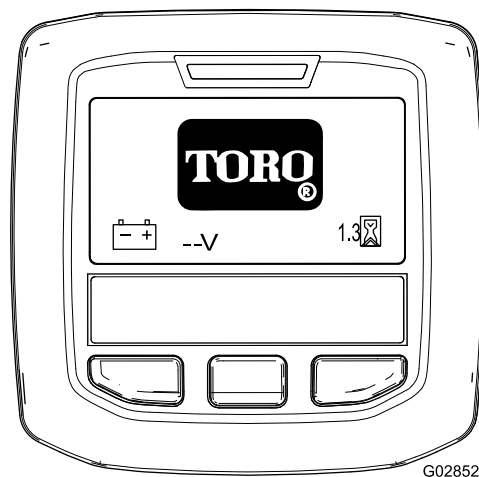

Figura 58
**Nota:** O InfoCenter acende e mostra o ecrã de inicialização (Figura 58).